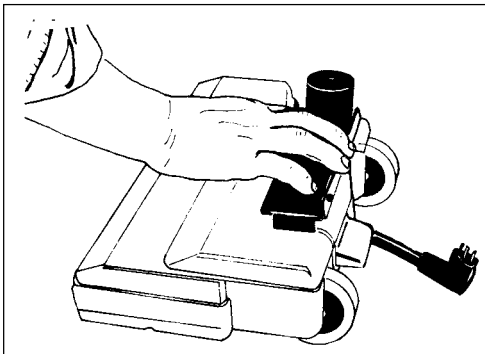

Figure 9
- b. Push the pivot bracket toward the front of the lower housing until it locks in position. See figure 9.
- b. Pousser le support pivotant vers l'avant de l'ensemble inférieur jusqu'à ce qu'il se bloque. Voir figure 9.